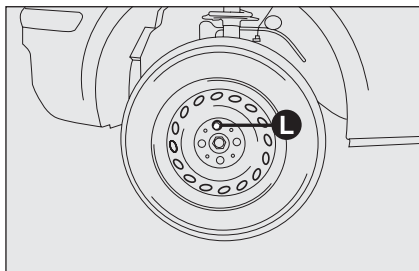

fig. 5
- pour les versions dotées d'enjoliveur, l'enlever après avoir dévissé les 3 boulons qui le fixent, dévisser enfin le quatrième **L-fig. 5** boulon et enlever la roue;